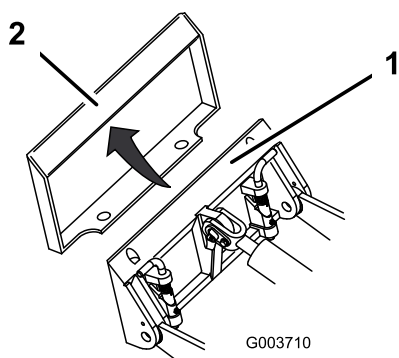

Рисунок 15
4. Вставьте монтажную пластину под верхнюю кромку установочной пластины навесного оборудования (Рисунок 15).